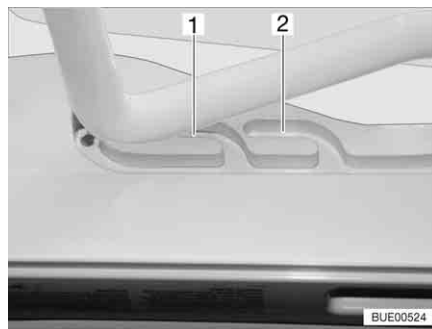

Bild 21 Kipp-Dachhaube in Lüftungsstellung
Die Kipp-Dachhaube kann in zwei Lüftungsstellungen gebracht werden: Schlechtwetterstellung (Bild 21,1) und Mittelstellung (Bild 21,2).
- Den Bügel leicht nach oben drücken und in die gewählte Führung (Bild 21,1 oder 2) schieben.